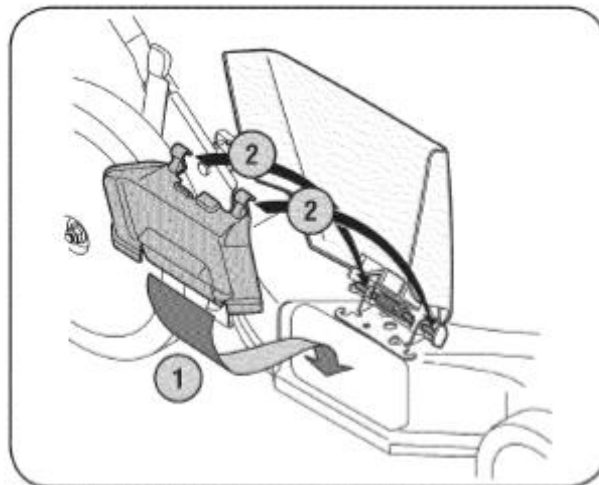

РИС. 6
1. Поднимите крышку устройства боковой разгрузки и, удерживая ее в этом положении, вставьте нижнюю кромку дефлектора измельчителя в отверстие желоба (см. Рис. 6).